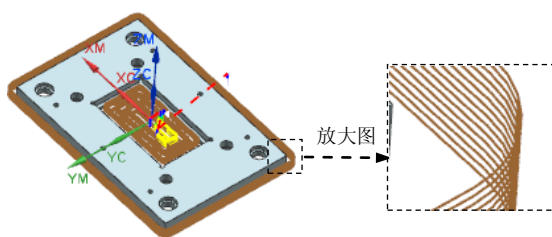

图 11.15 刀路轨迹
Step1. 在“平面铣”对话框中单击“生成”按钮 ，在图形区中生成图 11.15 所示的刀路轨迹。